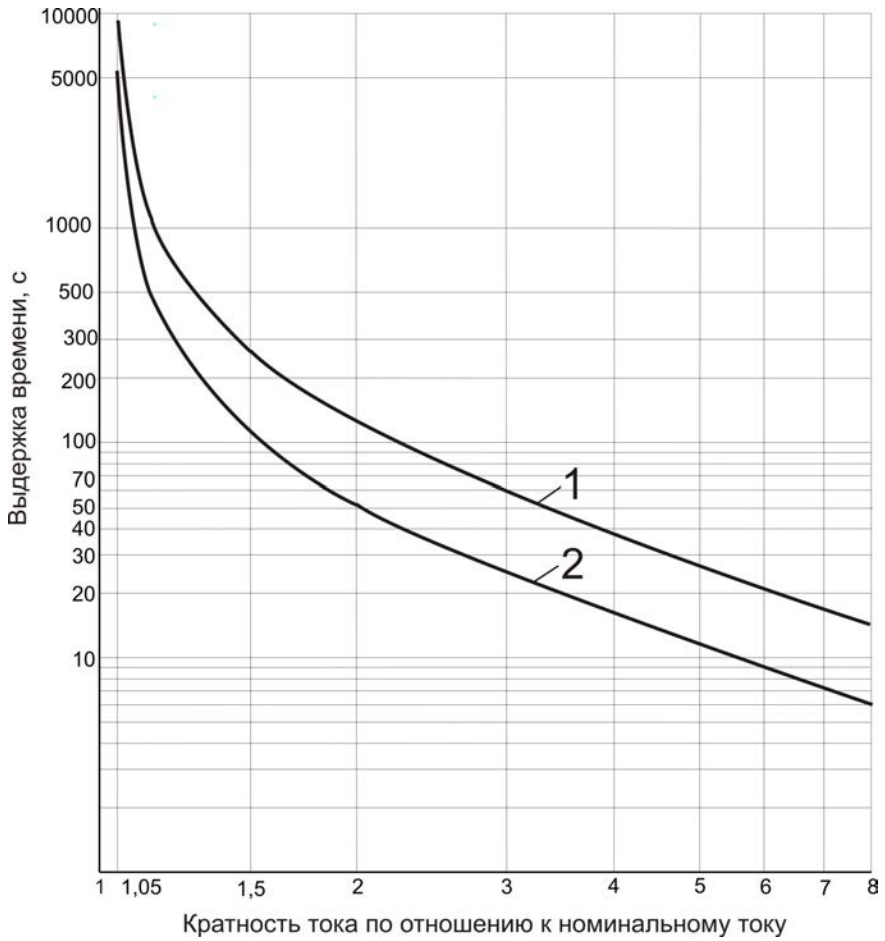

Рис. 2.1 Номинальные время-токовые характеристики реле РЭЗЭ-6М :
| - при перегрузке двигателя по току | в соответствии с время-токовой характеристикой реле (рис. 2.1); |
1. Тепловой параметр А представляет собой уменьшенную в десять раз постоянную времени нагрева двигателя. Он служит для автоматического выбора уставки выдержки времени реле в пределах значений, ограниченных время-токовыми характеристиками 1 и 2 (см. рис. 2.1), в зависимости от теплового состояния двигателя при перегрузке.